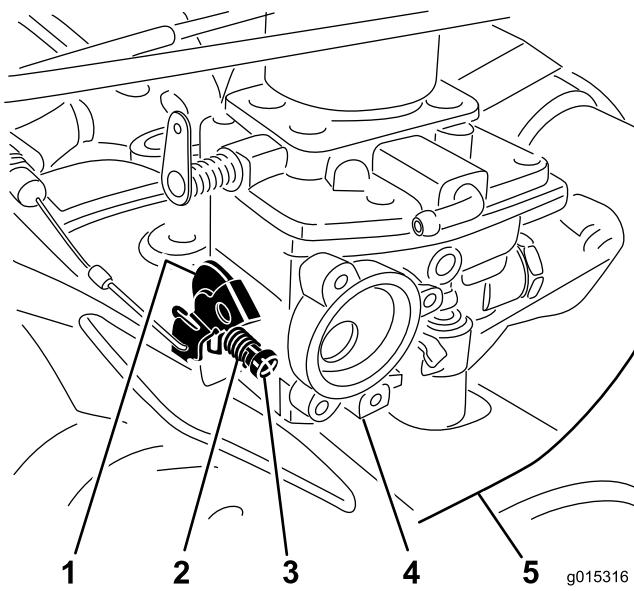

Figura 6
- Montate la molla e la vite di minimo sul gruppo carburatore alla leva dell'acceleratore come mostrato in Figura 6.